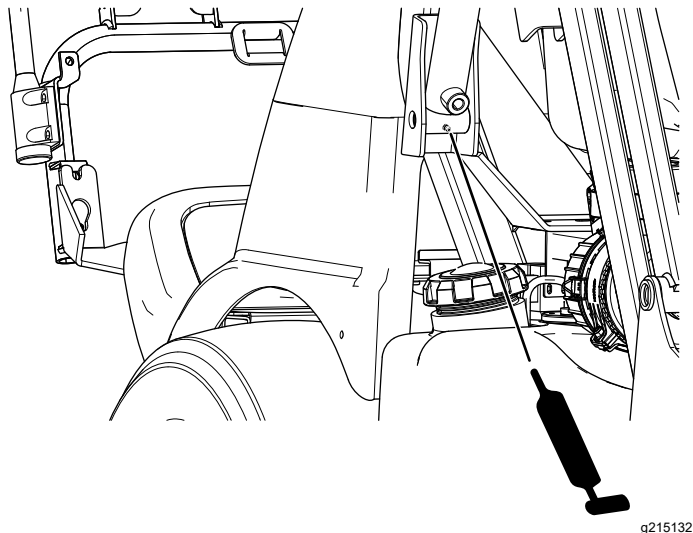

Figure 48
- Bras de trémie – point inférieur avant (Figure 48)